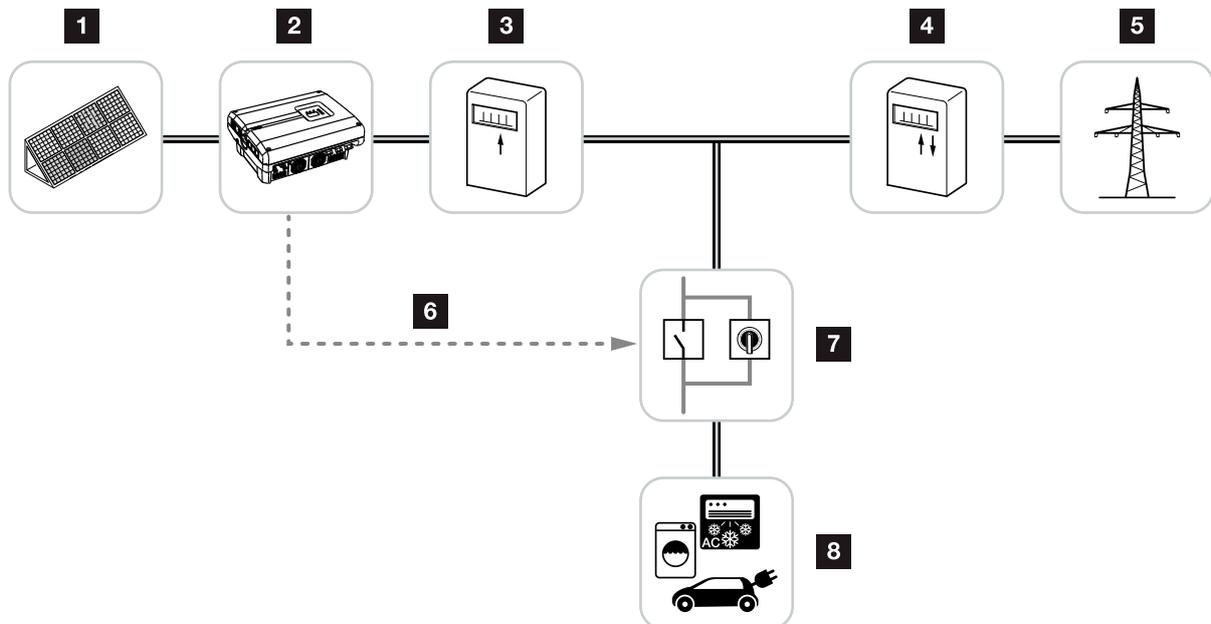

Fig. 53 : Configuration de l'autoconsommation
3. Installer et raccorder correctement les autres composants pour l'autoconsommation. **Fig. 53**